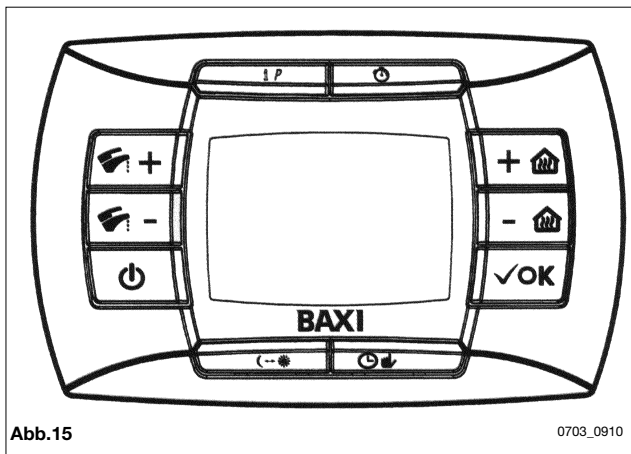

Abb.15
- Drücken Sie auf die **⏸** Taste, halten Sie diese gedrückt und drücken Sie anschließend auf die **⏸** **⏵** Taste (siehe Abbildung 15).